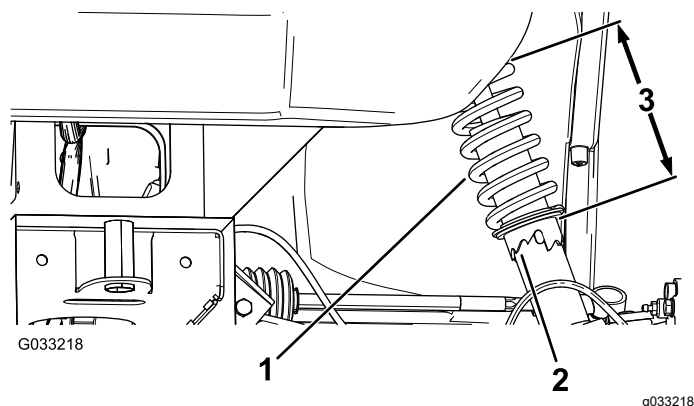

Figura 49
2. Si la caída de la rueda no está alineada, utilice la llave de tuercas para girar el collarín en el amortiguador y alinear la rueda (Figura 49).